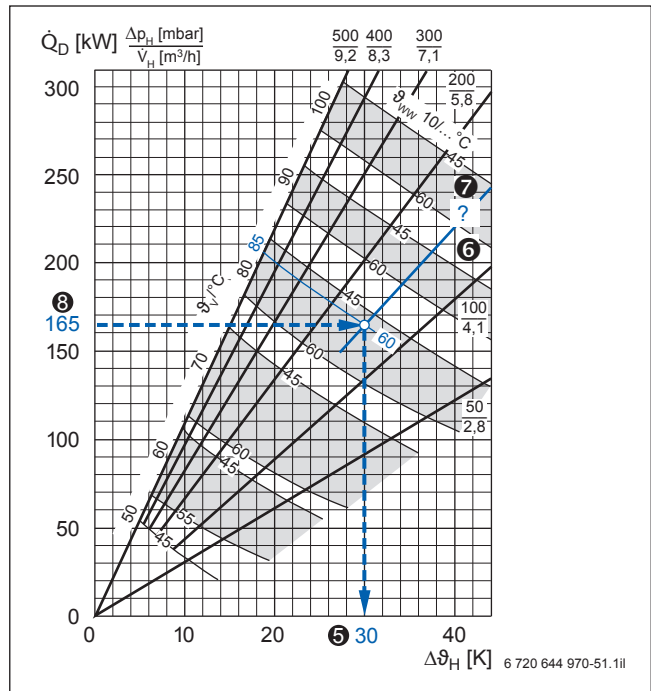

Bild 64 Warmwasser-Dauerleistung Logalux LTH750 und LTH950; Beispiel blau hervorgehoben (Vorlage → Bild 88, Seite 115)
Gemäß dem ermittelten Speicherinhalt ❸ wird der Warmwasserspeicher Logalux L2TH1900 ❹ ausgewählt. Dieser Doppelspeicher besteht aus 2 Warmwasserspeichern Logalux LTH950. Für die geforderte Vorlauftemperatur von 85 °C ist somit in das Dauerleistungsdiagramm des Warmwasserspeichers Logalux LTH950 eine Hilfslinie für eine Warmwasser-Austrittstemperatur von 60 °C einzutragen. Diese Hilfslinie ergibt sich als gemittelte Linie zwischen der Kurve  $\vartheta_{WW} = 10/60\text{ °C}$  des Feldes  $\vartheta_V = 80\text{ °C}$  und der Kurve  $\vartheta_{WW} = 10/60\text{ °C}$  des Feldes  $\vartheta_V = 90\text{ °C}$  (Beispiel → Bild 64). Die heizwasserseitige Temperaturdifferenz ❺ bei einer Warmwasser-Dauerleistung von  $\dot{Q}_D = 165\text{ kW}$  ❸ (pro Speicher) ist ablesbar. Der Volumenstrom ❻ und der heizwasserseitige Druckverlust ❼ sind nicht exakt aus dem Dauerleistungsdiagramm zu bestimmen.